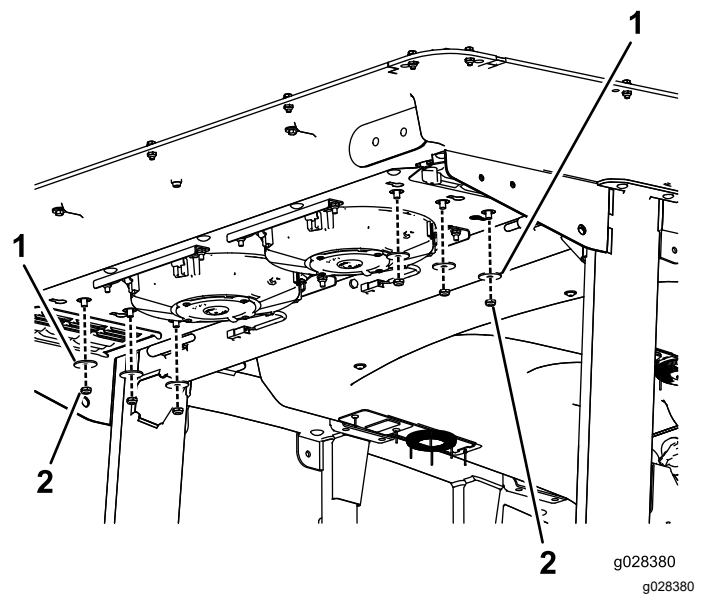

Figura 137
2. Retire as seis porcas e anilhas da parte inferior da traseira da cabina (Figura 137).